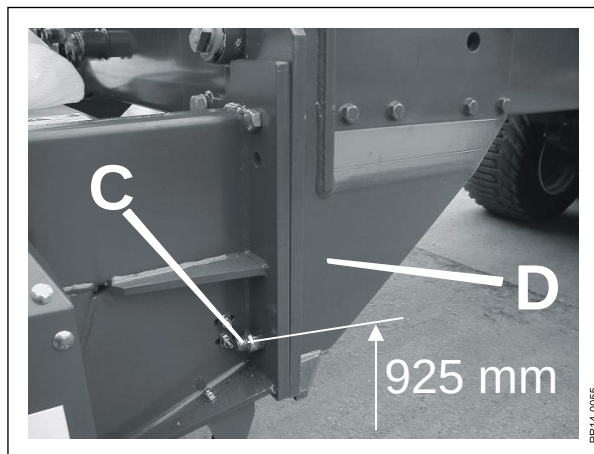

Fig. 2-1
**Fig. 2-1** Ved sammenkobling af forsatsen og vognenhed, skal de nederste boltehuller **C** på monteringsflangen **D** på vognen anvendes. Den korrekte højde op til de nederste bolte er **925 mm**, hvorved det med den rette pick-up indstilling sikres at vognbunden er tilnærmelsesvis vandret.